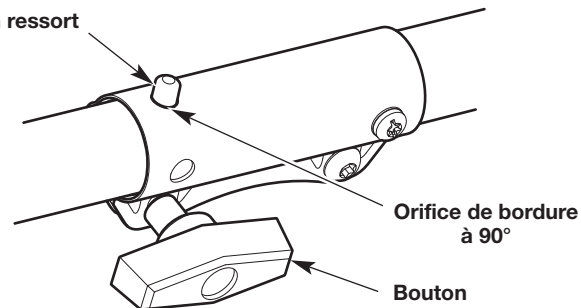

Fig. 19
1. Tournez le bouton dans le sens contraire des aiguilles d'une montre pour desserrer le coupleur (Fig. 19).
2. Appuyez et maintenez enfoncé le bouton de déclenchement (Fig. 19).
3. Tournez l'accessoire jusqu'à ce que le bouton de déclenchement s'enclenche fermement dans l'orifice de bordure à 90° (Fig. 19).
4. Tournez le bouton dans le sens contraire des aiguilles d'une montre pour serrer le coupleur (Fig. 19).